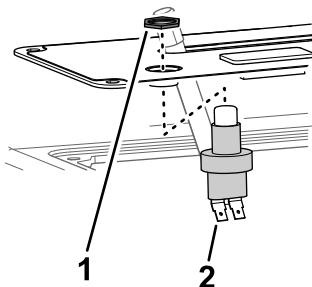

**Figure 4**
2. Enlevez l'obturateur rond du couvercle du panneau de commande (Figure 4).